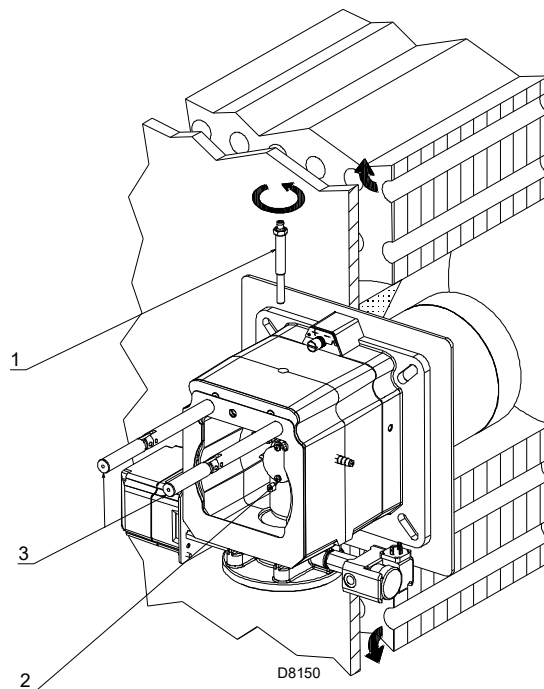

Fig. 15
- togliere la vite 1)(Fig. 15);
- estrarre la parte interna 2)(Fig. 15) della testa e provvedere alla loro taratura.